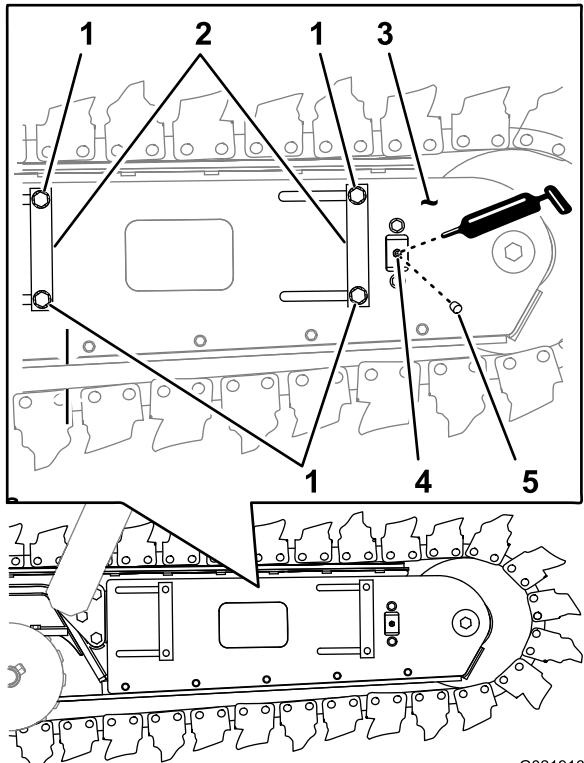

Figura 34
- Localice el tapón del engrasador en la chapa lateral del lado izquierdo de la espada (Figura 34).
- Limpie la zona alrededor del tapón guardapolvo con un disolvente (Figura 34).
- Utilice un alicate de punta fina para girar el tapón guardapolvo en sentido antihorario, y retire el tapón del engrasador (Figura 34).
- 4 pernos para la espada corta (Figura 34)